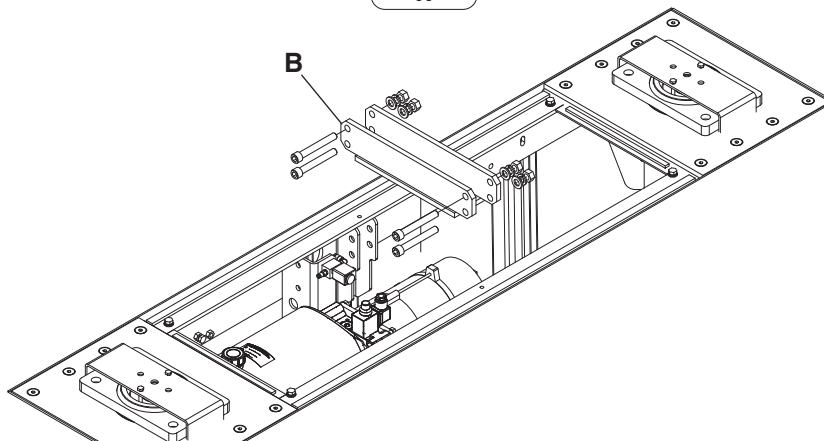
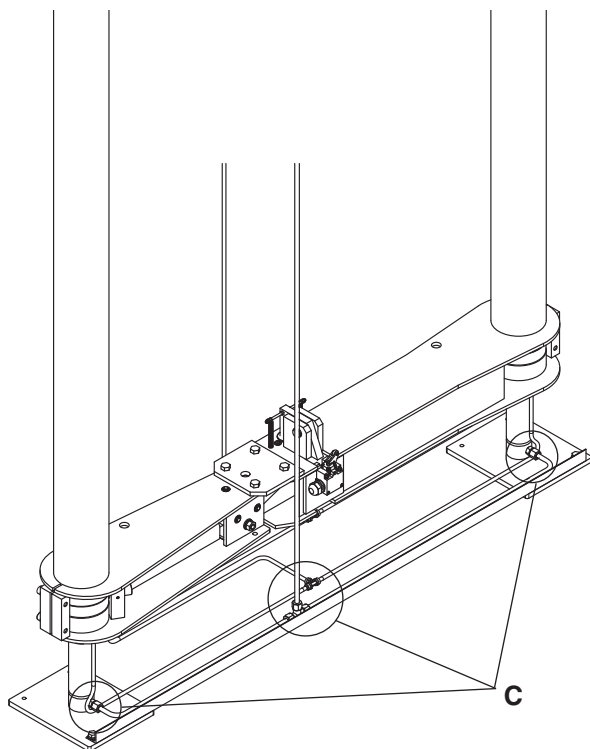
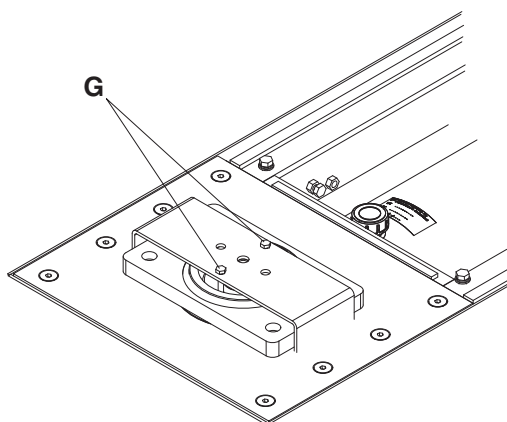

Fig. 23
Fig. 24
Fig. 26
| <ul style="list-style-type: none"> • Riempire il serbatoio fino al livello max di olio idraulico ESSO NUTO H32 od equivalente. • Montare il supporto dell'asta asolata (B) fig. 23. • Completare il montaggio del quadro di comando ed effettuare i collegamenti elettrici • Togliere le viti M6 (G) dalle staffe fig. 26 • Azionare la salita: se il ponte non accenna a salire la pompa potrebbe girare in senso sbagliato, occorre perciò invertire due fasi sul motore • Verificare che le giunzioni (C) delle tubazioni idrauliche non perdano fig. 24 • Portare il ponte quasi alla massima altezza ed infilare l'asta asolata (D) e procedere al suo fissaggio con il blocchetto di sostegno (E) fig. 25. | <ul style="list-style-type: none"> • Effettuare alcune corse di salita e discesa per verificare che il ponte funzioni correttamente, senza scatti. |
| <ul style="list-style-type: none"> • Fill the tank up to max level with ESSO NUTO H32 or equivalent hydraulic fluid. • Install slotted bar mount (B) fig. 23. • Complete control panel assembling, and proceed to electrical connections. • Remove M6 screws (G) from brackets fig. 26 • Operate up movement: if lift does not move up, pump could turn in the wrong direction. If this is the case, reverse the two power cables. • Check that hydraulic pipes connectors (C) have no leaks fig. 24 • Move lift almost up to the max. height, then insert slotted bar (D), and secure it with holder block (E) fig. 25. | <ul style="list-style-type: none"> • Make a few up and down strokes to check for lift correct operation, without jerks. |
| <ul style="list-style-type: none"> • Den Tank bis auf den max. Füllstand mit dem Hydrauliköl ESSO NUTO H32 oder gleichwertigem füllen. • Die Stütze des Lochstabs (B) Abb. 23 einbauen. • Den Einbau der Steuertafel abschließen und die Elektroanschlüsse durchführen. • Die Schrauben M6 (G) aus den Bügeln entfernen Abb. 26. • Den Hub aktivieren: Wenn die Hebebühne nicht ansteigt, könnte die Pumpe in entgegengesetzte Richtung drehen. In diesem Fall die zwei Phasen auf dem Motor umstecken. • Überprüfen, dass die Verbindungen (C) der Hydraulikleitungen nicht lecken Abb. 24. • Die Hebebühne fast auf die max. Höhe fahren, den Lochstab einfügen (D) und dann mit dem Halteblock befestigen (E) Abb. 25. | <ul style="list-style-type: none"> • Einige Hub- und Senkmanöver durchführen, um zu überprüfen, ob die Hebebühne korrekt und ohne Unterbrechungen funktioniert. |
| <ul style="list-style-type: none"> • Remplir le réservoir jusqu'au niveau max avec de l'huile hydraulique ESSO NUTO H32 ou équivalent. • Monter le support de la tige avec fente (B) fig. 23. • Compléter le montage du tableau de commande et effectuer les branchements électriques • Enlever les vis M6 (G) des étriers fig. 26 • Actionner la montée : si le pont ne monte pas, il se peut que la pompe tourne dans le mauvais sens, dans ce cas inverser deux phases sur le moteur • Vérifier que les jonctions (C) des tuyaux hydrauliques ne fuient pas fig. 24 • Porter le pont pratiquement à la hauteur maximum et enfiler la tige avec fente (D) et procéder à sa fixation avec le bloc de soutien (E) fig. 25. | <ul style="list-style-type: none"> • Effectuer quelques courses de montée et de descente pour vérifier que le pont fonctionne correctement, sans à-coups. |
| <ul style="list-style-type: none"> • Llenar el depósito hasta el nivel máx. de aceite hidráulico ESSO NUTO H32 o equivalente. • Montar el soporte de la barra con ranuras (B) fig. 23. • Completar el montaje del cuadro de mandos y efectuar las conexiones eléctricas • Quitar los tornillos M6 (G) de las placas fig. 26 • Accionar la subida: si el puente no sube la bomba podría estar girando en el sentido incorrecto, es necesario invertir dos fases en el motor • Comprobar que las uniones (C) de los tubos hidráulicos no pierdan fig. 24 • Colocar el puente casi a la altura máxima e introducir la barra con ranuras (D); fijarla con el bloque de soporte (E) fig. 25. | <ul style="list-style-type: none"> • Efectuar algunas carreras de subida y de bajada para comprobar que el puente funcione correctamente, sin saltos. |